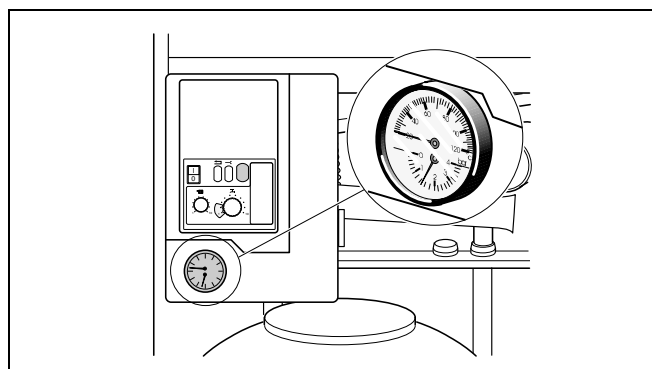

Abb. 16 Druckanzeige
- Wasserhahn langsam öffnen und Anlage bis zu einem Druck von 1,0 – 1,2 bar (Abb. 16) füllen. Der Mindestdruck beträgt 1,0 bar.